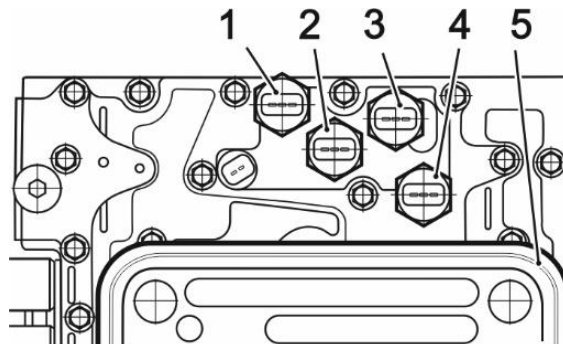

**Рис. 5.3 Датчики давления АКП (при снятом поддоне)**
4. Снять маслоприемник с фильтром в сборе 5 (рис. 5.3), вытянув его патрубок из отверстия канала всасывания масляного насоса. Проверить, что уплотнительное кольцо патрубка маслоприёмника находится на конце патрубка, а не осталось в канале корпуса. В противном случае извлечь кольцо из канала насоса и утилизировать. Новое уплотнительное кольцо входит в комплект нового фильтр-маслоприёмника.